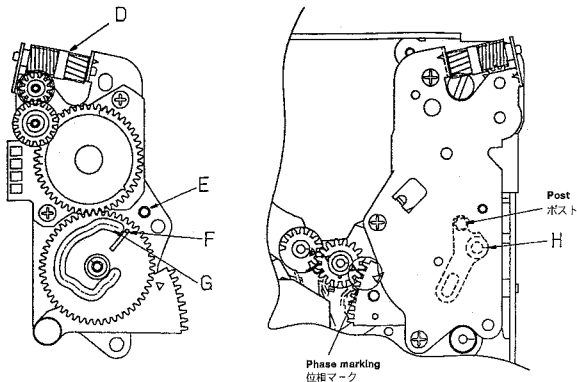

Fig. 2-5
- 1). Remove the three screws ④g, then detach the loading cam block.
**Notes :** \* When reinstalling, turn D shown in Fig. 2-5 so that the marking F is aligned with screw hole E.
\* Install the post on H in Fig. 2-5, so that it fits in groove G.
\* When reinstalling, see that the phases of the gears are matched with each other, as shown in Fig. 2-5.
- 1). ネジ ④g3本を外し、ローディング・カム・ブロックを取り外す。
**注意** \* 取付け時、図2-5のDを回すことにより、マークFがネジ穴Eを向くように設定する。
\* 図2-5のHのポストが、溝Gに合うように取り付けること。
\* 取付け時、図2-5に示すようにギアの位相を合わせること。